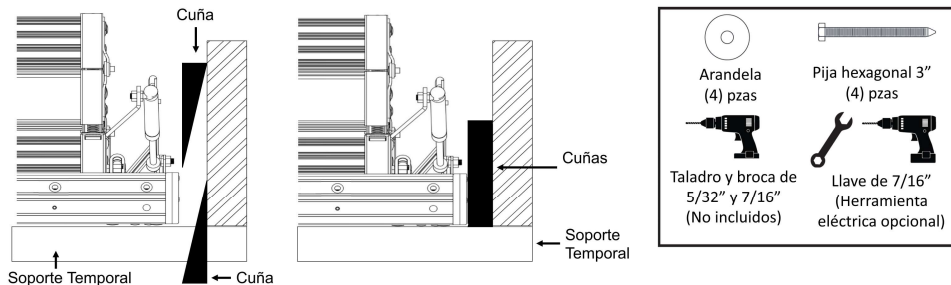
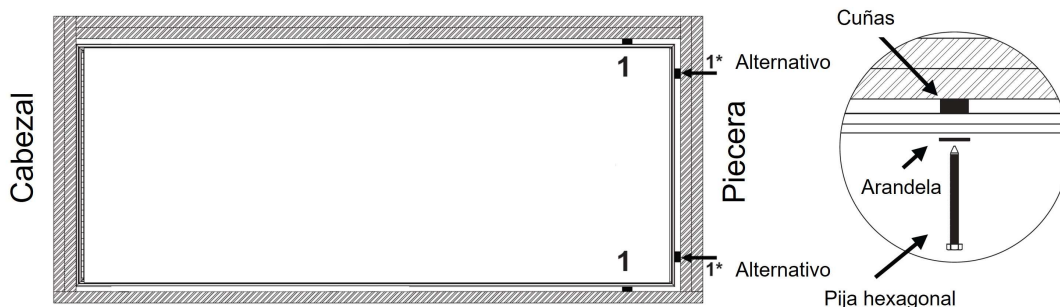
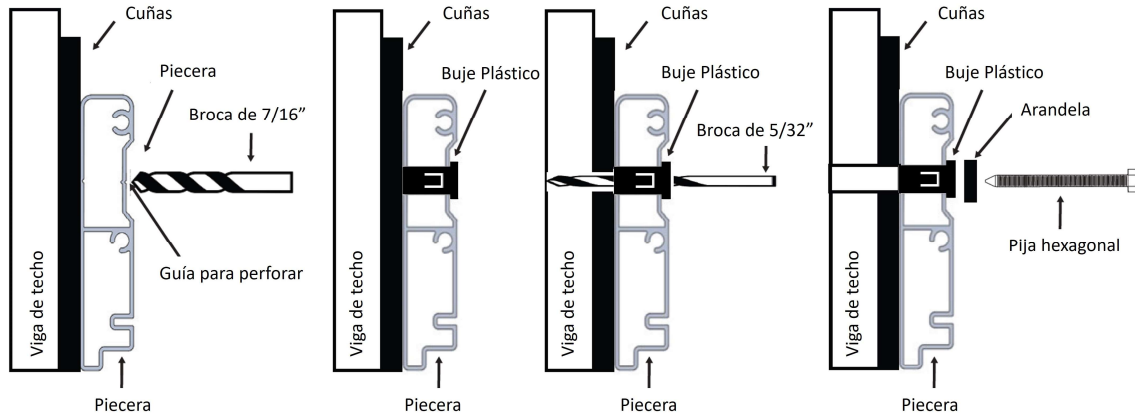

FIGURA 17 : COLOCACIÓN DE CUÑAS EN MARCO LATERAL
FIGURA 18 : PERFORANDO Y ASEGURANDO PUNTOS DE FIJACION EN MARCO LATERAL
FIGURA 19: INSTALACIÓN ALTERNATIVA (VER NOTA EN SECCIÓN N)
N. Instalador #1 y #2: Coloque cuñas desde arriba y desde abajo (ver **Figura 17**) en los 2 orificios pretaladrados en la posición 1 indicados en la **Figura 18**. Las cuñas deben brindar un soporte uniforme para que el marco de aluminio no se tuerza ni se doble. Taladre orificios guía de 5/32" de diámetro por 3" de profundidad en la viga del techo a través de los bujes plásticos de la posición 1, en cada lado. Instale las dos pijas hexagonales para asegurar la escalera del ático.
Si se usan las posiciones alternativas. Taladre 2 orificios con una broca de 7/16" desde el interior de la escalera **solo a través del perfil de la piecera de aluminio** (Ver la **Figura 19**) y céntrelos en el lugar donde colocó las cuñas en la piecera en la Sección J. **En este punto, las cuñas de la piecera se convertirán en una parte permanente necesaria de la instalación.** Posteriormente, instale bujes plásticos siguiendo los mismos pasos que en la Sección B. Ver la **Figura 18 y Figura 19**. A continuación, taladre orificios de 3" de profundidad a través de los bujes plásticos, las cuñas y las vigas del techo. Finalmente, instale dos pijas hexagonales y dos arandelas en cada ubicación de la piecera para asegurar la escalera del ático. (Ver **Figura 19**)